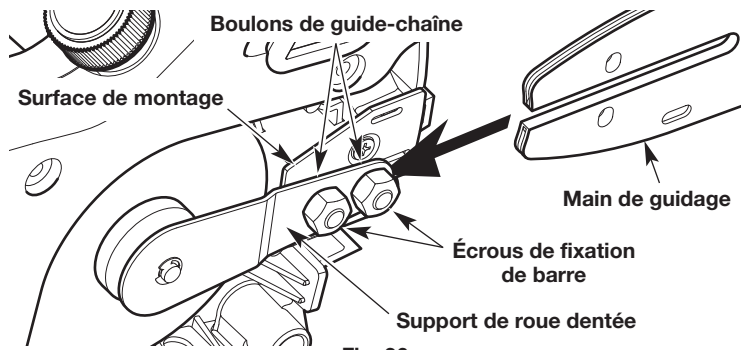

Fig. 36
6. Retirer la barre de guidage des boulons de la barre de guidage (Fig. 36).
2. Aligner la fente de la barre de guidage avec les boulons de la barre de guidage (Fig. 36). Insérer la barre de guidage entre le support de roue dentée et la surface de montage (Fig. 36). Faire glisser la barre de guidage complètement sur les boulons de la barre de guidage (Fig. 36).